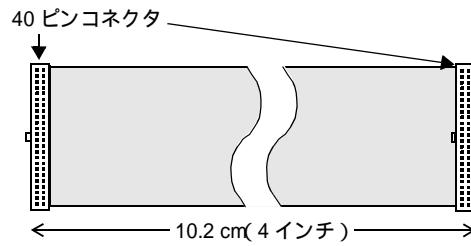

図 31. Cognex 平行 I/O ボードの 4 インチリボンケーブル (P/N: 300-0133)
10.2 cm (4 インチ) のリボンケーブル (Cognex P/N: 300-0133) は、ベースボード平行 I/O コネクタとホストビジョンプロセッサまたはフレームグラバを接続します。ケーブルの両端には 40 ピンコネクタが付いています。コネクタにはキーが付いており、正しい方向に挿入されるようになっています。図 31 は、このケーブルの図を示しています。